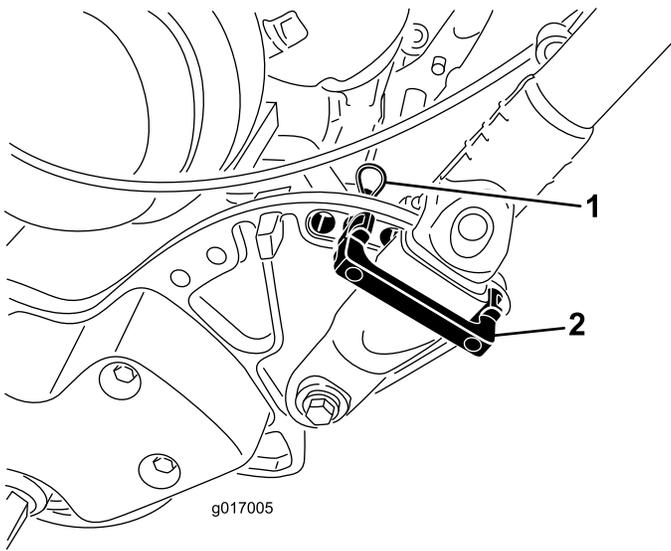

图27
1. 从机器两侧的手柄卡环上卸下发卡销 图27。
2. 当撑住手柄时取下两侧的发卡销然后将手柄旋转到所需的操作位置 图27。